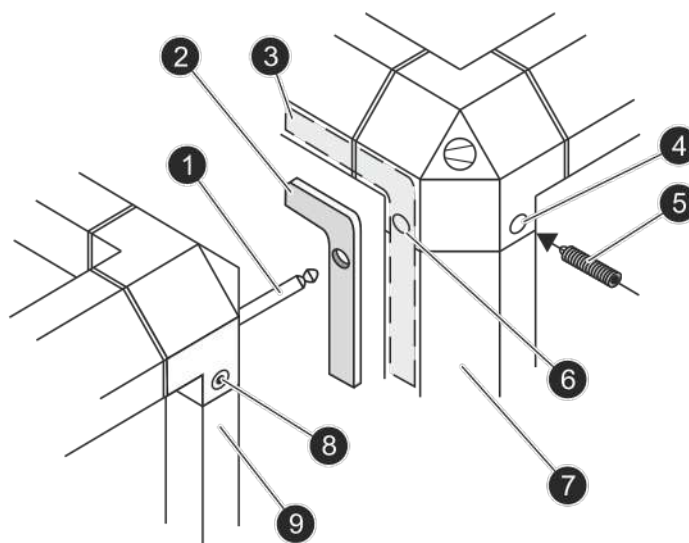

Fig. 18: Pernos de ensamblaje
1. ➤ Compruebe si la cinta de estanqueidad (Fig. 18/2) está pegada al bastidor de perfiles (Fig. 18/7).
2. ➤ Si no hay cinta de estanqueidad pegada al bastidor de perfiles, limpie y desengrase con acetona el bastidor de perfiles por el punto de adhesión de la cinta de estanqueidad autoadhesiva (Fig. 18/3). A continuación, pegue la cinta de estanqueidad autoadhesiva a lo largo del punto de adhesión del bastidor de perfiles.
3. ➤ Introduzca los pernos de ensamblaje (Fig. 18/1) en los orificios de las cuatro esquinas del bastidor de perfiles (Fig. 18/6).
4. ➤ Atornille los espárragos roscados (Fig. 18/5) en las cuatro esquinas del bastidor de perfiles (Fig. 18/4) y así fije los pernos de ensamblaje al bastidor de perfiles.
6. ➤ Una los dos bastidores de perfiles (Fig. 18/7+9) con un tornillo de banco.
7. ➤ Atornille los espárragos roscados (Fig. 18/5) en las cuatro esquinas del bastidor de perfiles (Fig. 18/4) y así fije los pernos de ensamblaje.